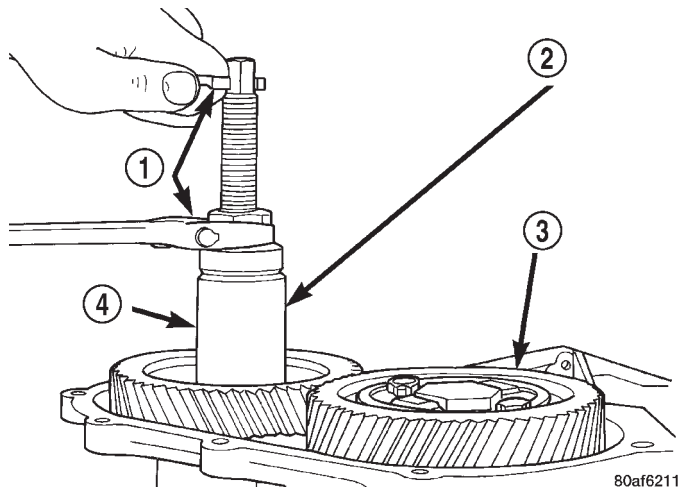

Fig. 113 Instalación del engranaje del eje de transferencia
(32) Instale el engranaje del eje de transferencia mediante la herramienta 6261 (Fig. 113).